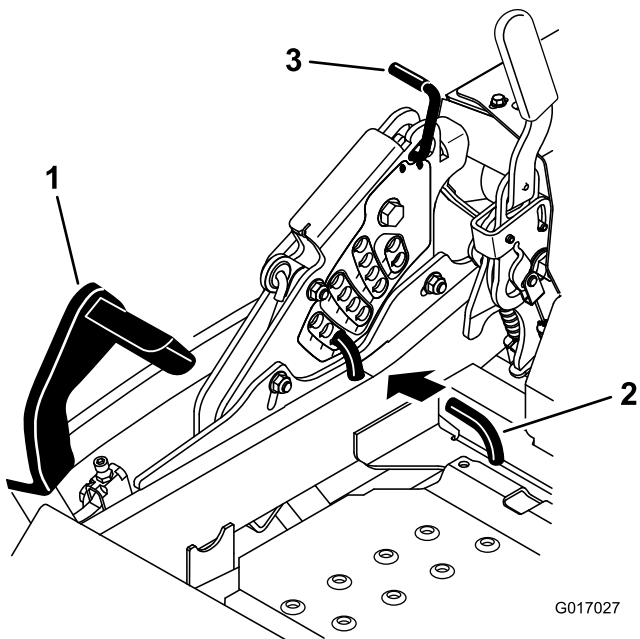

Figure 87
5. Enfoncez la pédale de relevage du tablier de coupe au maximum pour verrouiller le tablier à la position de transport de 14 cm (5-1/2 po) (Figure 87).